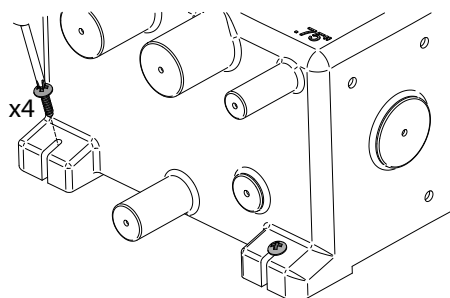

Figura 5 – Fissaggio del pozzetto di raccolta
Passo 2: Il pozzetto di raccolta deve essere fissato usando 4 viti appropriate attraverso i piedi di appoggio del pozzetto di raccolta, come illustrato nella figura 5.